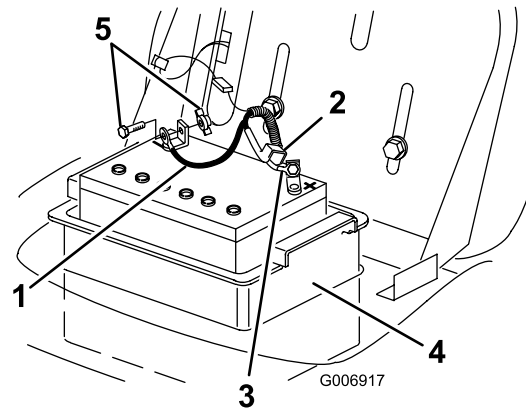

Bild 24
4. Klemmen Sie das Minuskabel (schwarz) vom Batteriepol ab (Bild 24).
5. Schieben Sie die Gummiabdeckung am Pluskabel (rot) nach oben. Klemmen Sie das Pluskabel (Rot) vom Batteriepol ab (Bild 24).
6. Nehmen Sie den Batteriekasten und die Batterie aus dem Rahmen heraus (Bild 24).
1. Setzen Sie den Batteriekasten und die Batterie in den Rahmen ein (Bild 24).
2. Schließen Sie das Pluskabel (rot) mit der Schraube und der Flügelmutter am (+) Pluspol an (Bild 24).
4. Schließen Sie das (schwarze) Minuskabel mit der Schraube und Mutter am (–) Minuspol an (Bild 24).